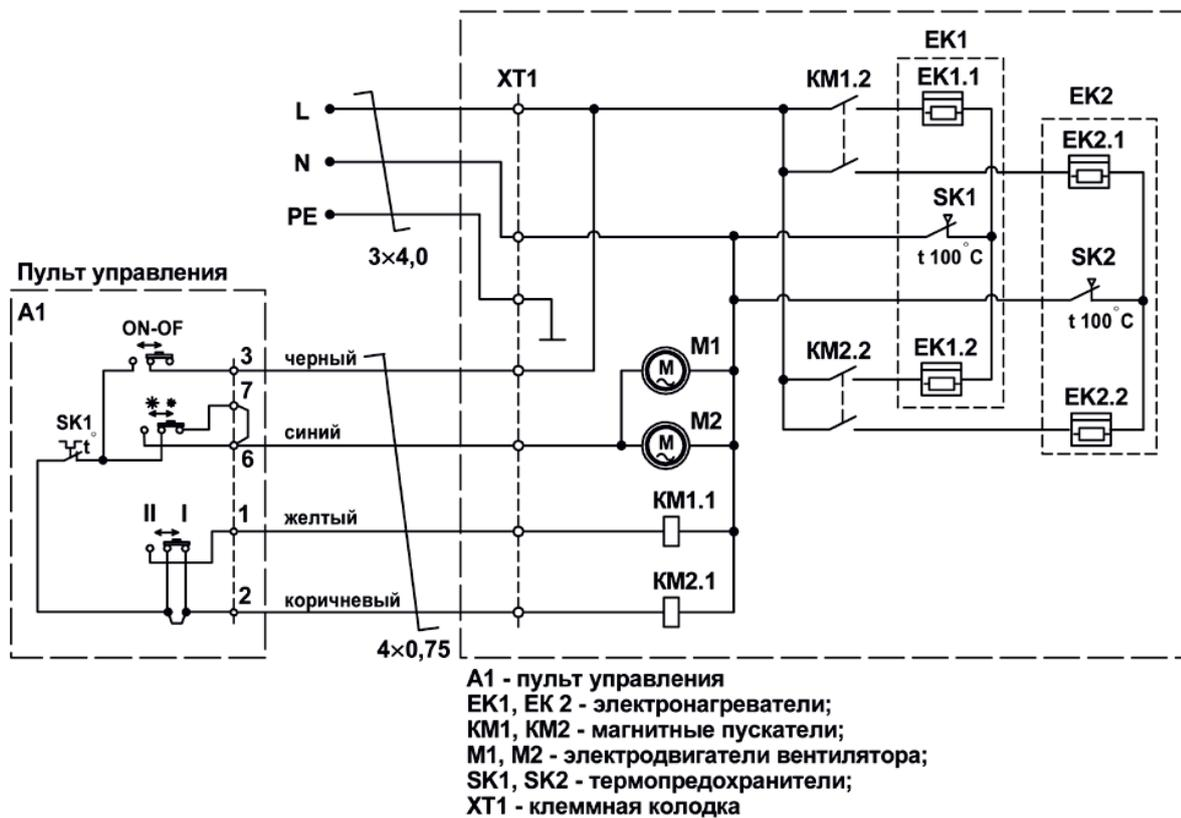

Рис. 5 Схема электрическая Т3-6С
6.5 Завеса ТЗ-6С комплектуется выносным пультом управления. Для установки пульта управления необходимо, отвернув винт, снять верхнюю крышку и панель пульта, закрепить пульт на стене, установить панель и верхнюю крышку (инструкция по установке пульта и комплект крепежа прилагаются). Кабель управления подключен к пульту на заводе-изготовителе. Подключение кабеля управления производить в соответствии со схемами, приведенными на рис. 2 и рис.5 Приложения и на корпусе завесы.